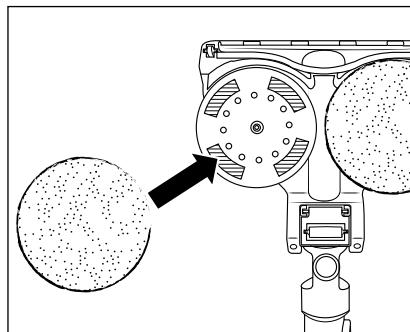

Abb. 18
- ♦ Um ein Wischpad ⑨ am Wischaufsatz ① anzubringen, legen Sie es mittig auf einen der beiden Drehsteller an der Unterseite des Wischauf-satzes ① (siehe Abb. 18). Drücken Sie es dann auf den Klettbindern des Dreh-tellers fest.